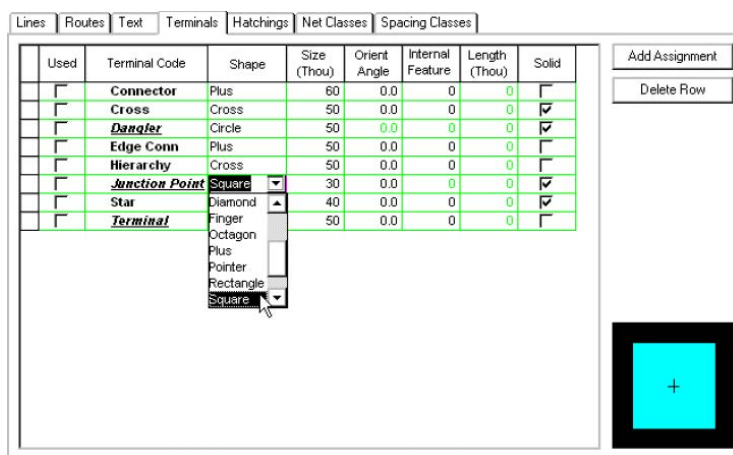

Рис. 2. Настройка стиля точки соединения.
9. В появившемся диалоговом окне Assignments перейдем на закладку Terminals, где задаются стили объектов, отображающих на схеме электрическую связность (рис. 2).